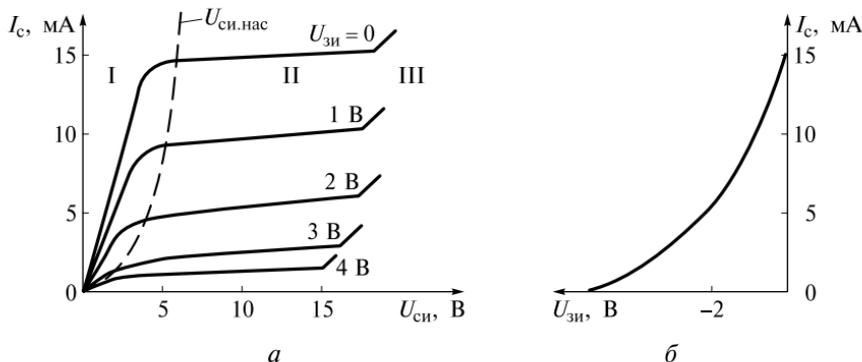

Рис. 1.12
1.25. Стоковая и передаточная характеристики полевого транзистора с управляющим $p-n$ -переходом приведены соответственно на рис. 1.12, *а* и *б*. Какое из перечисленных высказываний, сделанных на основании этих характеристик, неправильное?